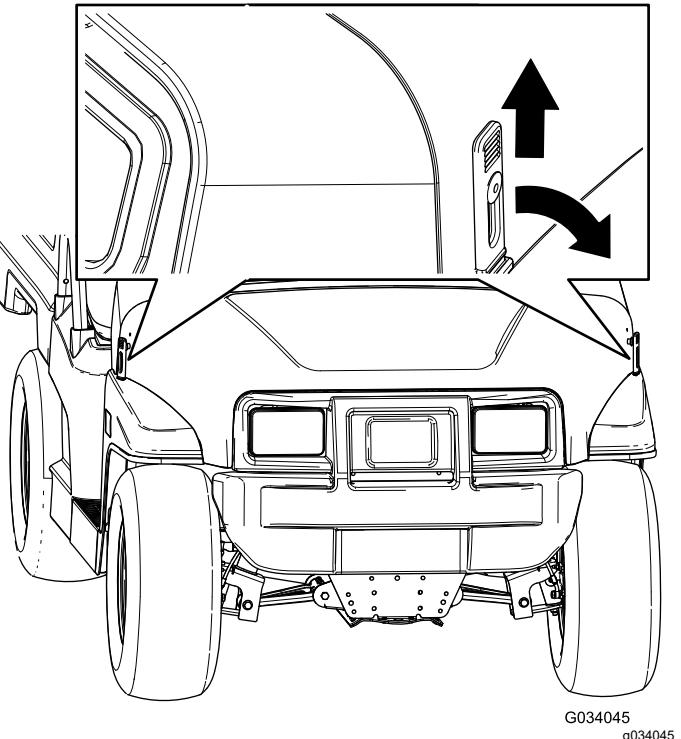

Figure 23
- Soulevez la poignée des loquets en caoutchouc de chaque côté du capot (Figure 23).
- Fixez le capot en alignant les loquets en caoutchouc sur les ancrages de verrouillage de chaque côté du capot (Figure 23).